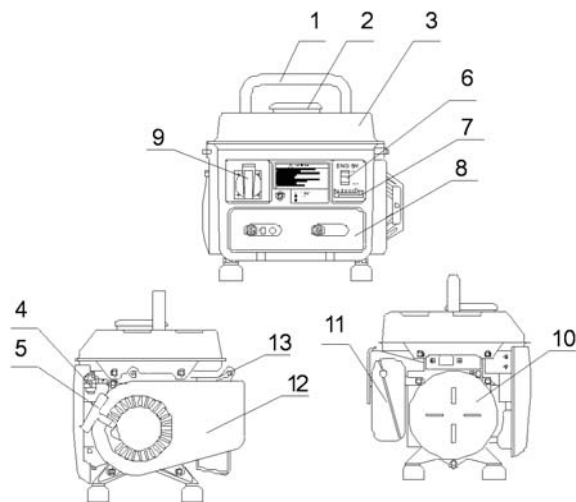

рис. 1
Общий вид генератора схематично представлен на рис. 1
5.4.1 Отключить всех потребителей переменного тока генератора, отсоединить потребителей постоянного тока от розетки **9** (рис. 1).
5.4.2 Открыть топливный кран **4** (рис. 1).
5.4.3 Перевести рычаг управления воздушной заслонкой **7** (рис. 1) в крайнее левое положение при пуске холодного двигателя и в промежуточное при пуске прогретого двигателя.
5.4.4 Перевести выключатель двигателя **6** (рис. 1) в отключённое положение.
5.4.5 Плавно вытянуть до упора трос ручного стартера за ручку **5** (рис. 1) и вернуть в исходное положение.
5.4.6 Перевести выключатель двигателя **6** (рис. 1) во включённое положение.
5.4.8 После прогрева двигателя в течение времени около 10-40 секунд, в зависимости от начальной температуры, переведите рычаг воздушной заслонки **7** (рис. 1) в крайне правое положение, если при этом двигатель работает неустойчиво вернуть рычаг заслонки в прежнее положение и обеспечить завершение прогрева двигателя.